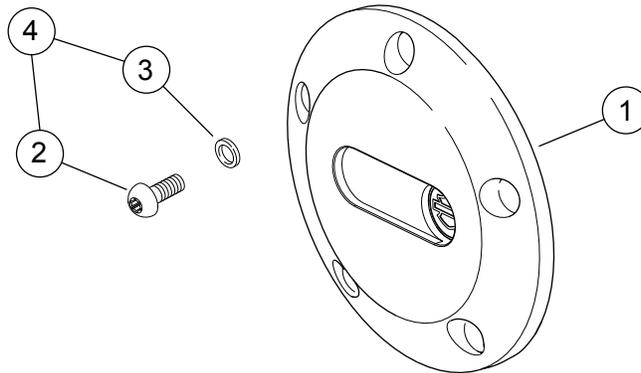

Figura 2. Cubierta de inspección del embrague "Aluminator"
Vea Figura 2 y Tabla 1.
- b. Vea Figura 2. Coloque una arandela (3) del kit en la rosca de uno de los tornillos **nuevos** (2). Inserte las roscas de los tornillos a través del agujero superior de la cubierta de inspección del embrague y cuidadosamente enrósquelo completamente a través del agujero triangular en la junta. No empuje el tornillo a través del agujero.